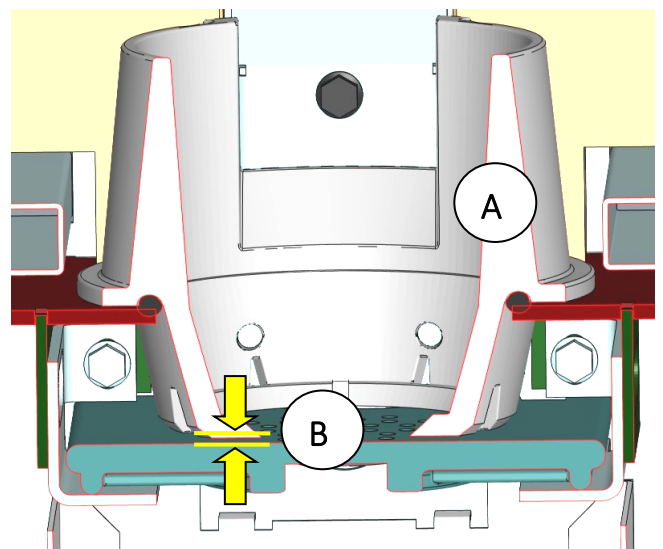

Abb. 52: Schnitt Rost und Brennertopf
1. Gussrost (Abb. 52) immer bis zum Anschlag einschieben (ohne Gewalt, flache Seite oben!), so dass die Tür richtig schließt.
Zwischen Gussrost und Brennertopf darf vertikal maximal 1 mm Abstand vorhanden sein (Abb. 52, Teil B).